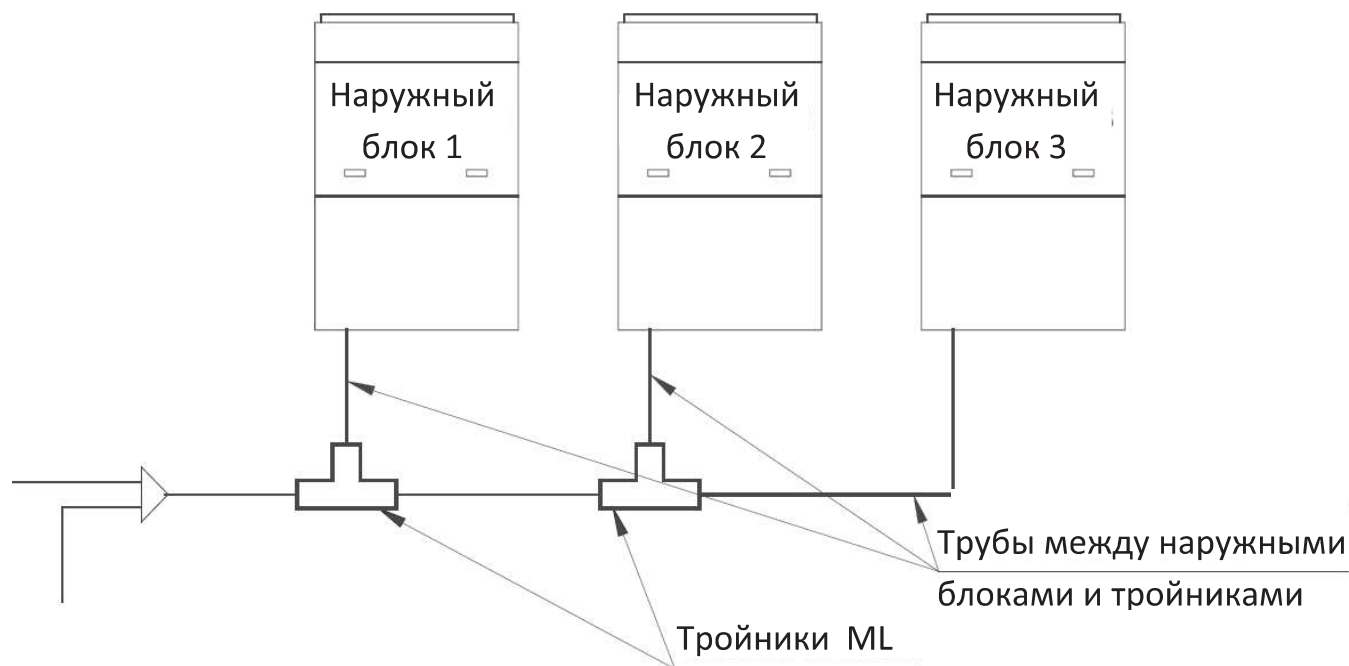

Рис. 7.4.
7.3.2.3. Диаметр труб между наружным блоком и тройником ML01/A (рис. 7.4.) выбирается в соответствии с таблицей 7.5.